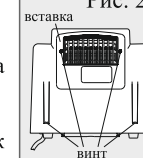

Рис. 3
3. Открутите два винта в нижней части корпуса (рис. 3).